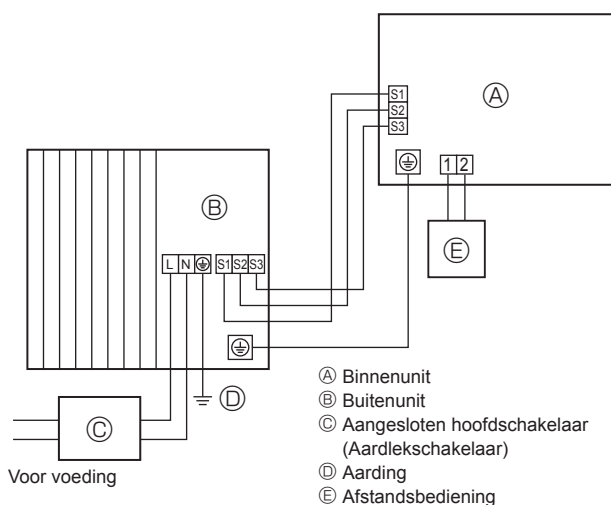
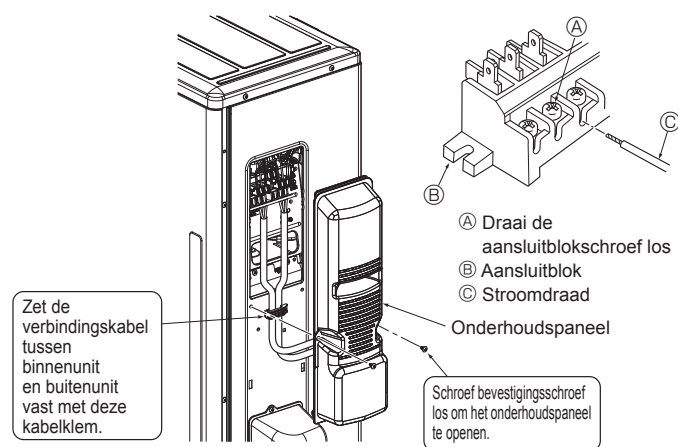
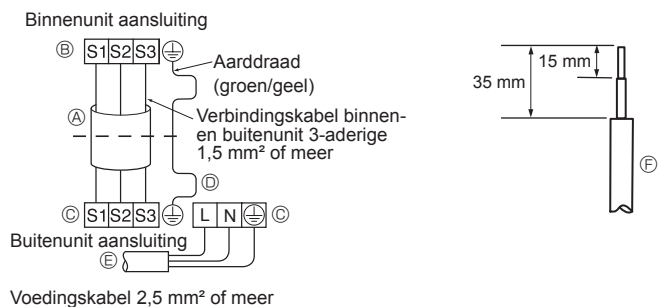

Fig. 6-1
Fig. 6-3
Fig. 6-2
6.1. Buitenunit (Fig. 6-1, Fig. 6-2, Fig. 6-3)
- ① Verwijder het onderhoudspaneel.
- ② Sluit de kabels aan volgens Fig. 6-1, Fig. 6-2 en Fig. 6-3.
- Leg de bedrading aan zoals aangegeven in het diagram links onderaan. (Schaf de kabel ter plaatse aan) (Fig. 6-2)